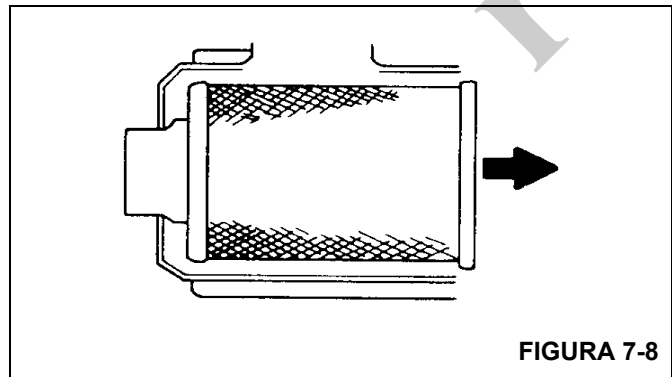

FIGURA 7-8
- b. **EVITE DESPLAZAR EL POLVO DEL FILTRO.** Tire suavemente del filtro para sacarlo del tubo de salida y de la caja. Evite golpear el filtro contra la caja (Figura 7-8).